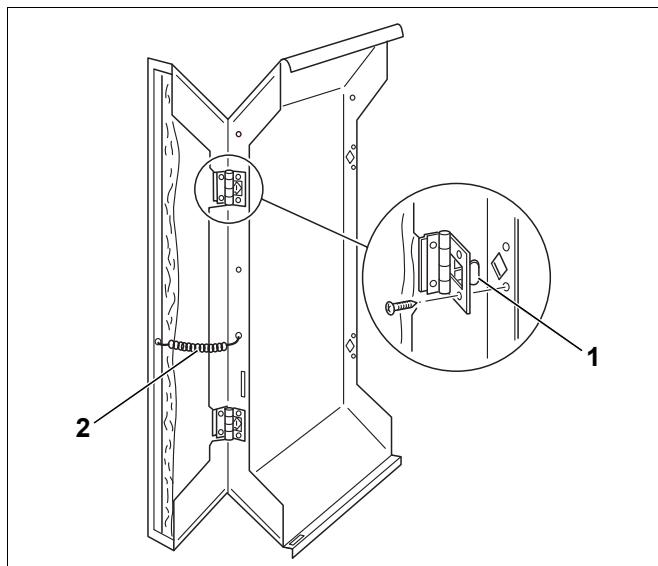

Fig. 49 Montaggio degli sportelli delle pareti laterali
- ▶ Agganciare i ganci delle cerniere (fig. 49, [1]) allo sportello del pannello laterale nel ritaglio rettangolare del pannello laterale anteriore e fissarli con viti autofilettanti.
- ▶ Agganciare la molla di trazione (fig. 49, [2]) al pannello laterale e allo sportello del pannello laterale.